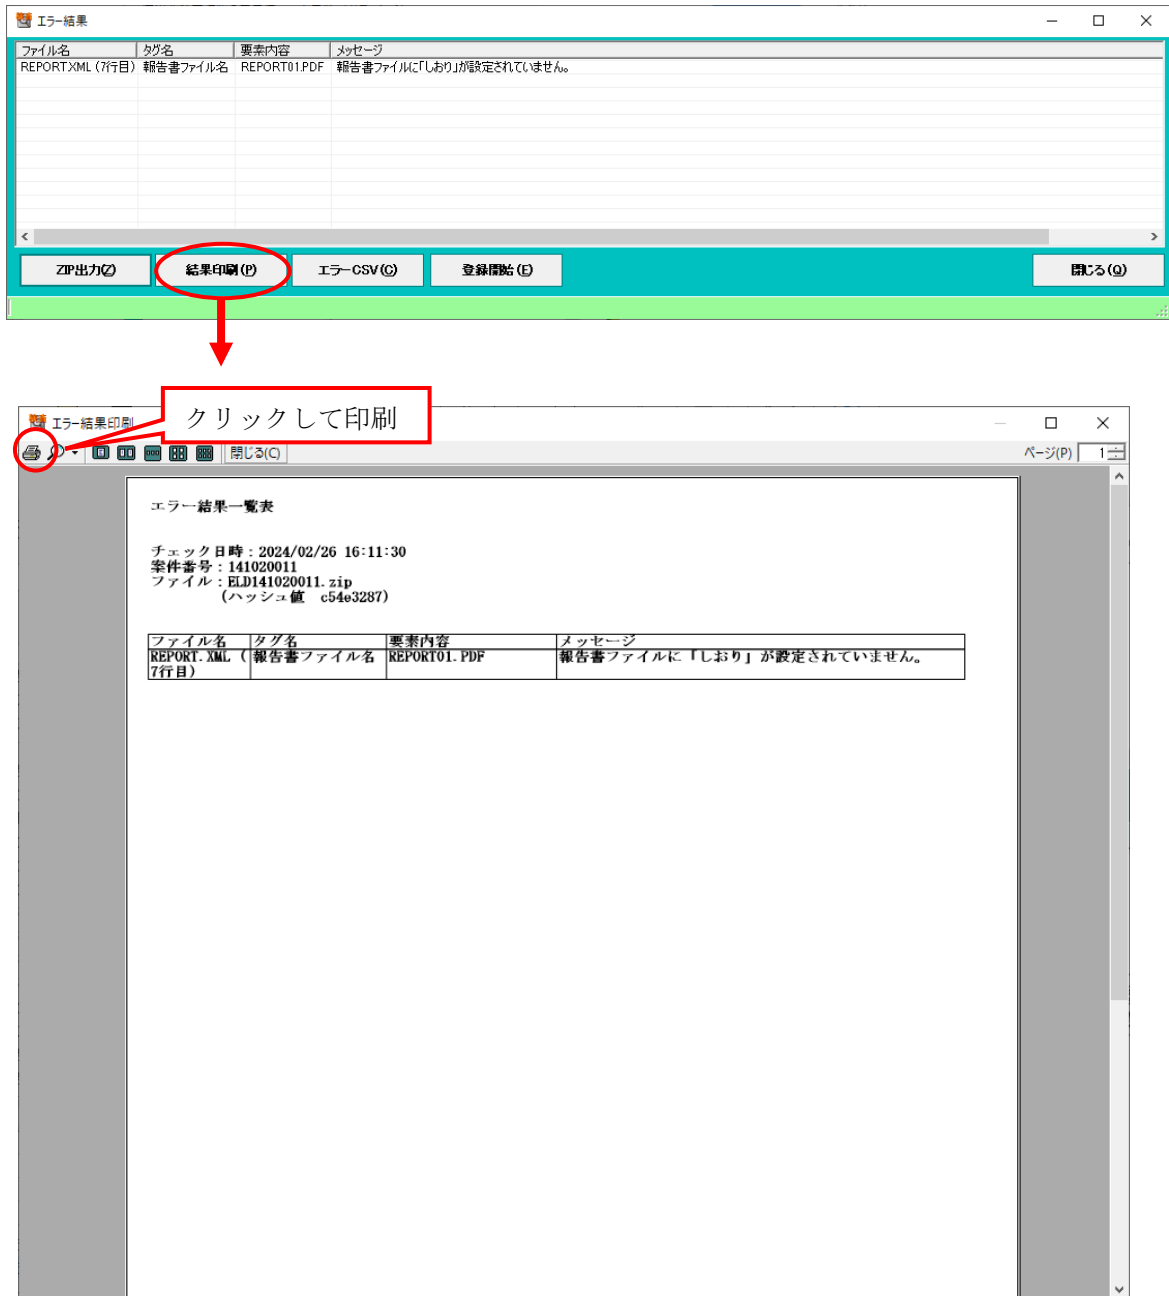

図 4-23 エラー結果印刷プレビュー
- ・エラー結果は、オンライン電子納品する際に必要となります。(図 4-23 でPDF保存するか、紙に印刷したものをスキャニングしてPDFを作成します)